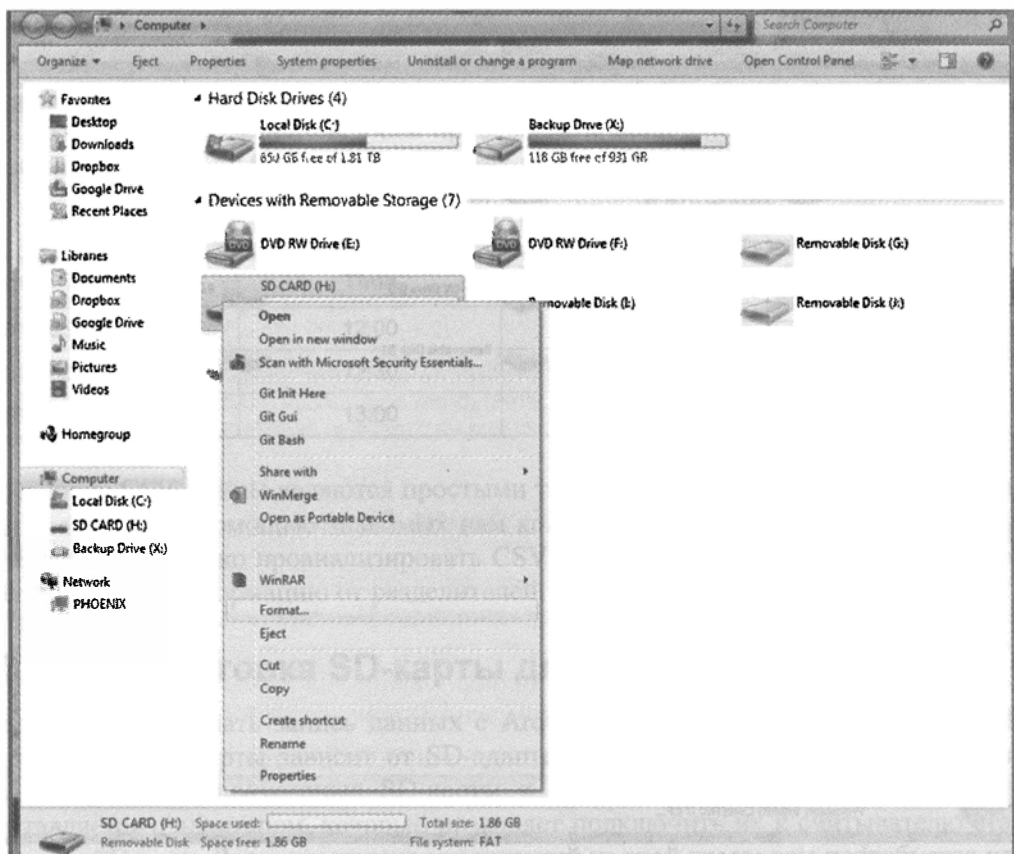
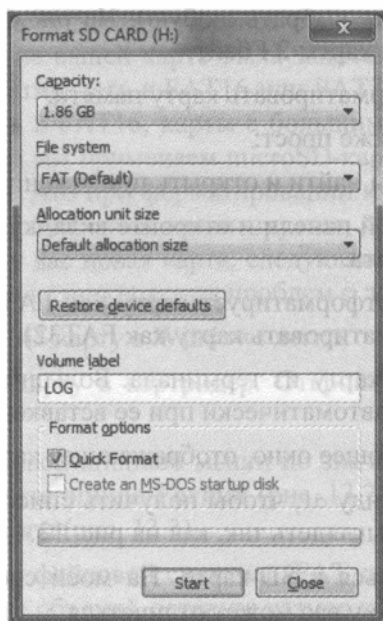

Рис. 13.2. Выбор опции форматирования SD-карты
Рис. 13.3. Окно опций форматирования
2. Щелкните правой кнопкой мыши по значку SD-карты (она может иметь другое имя) и выберите опцию **Format** (рис. 13.2). Появится окно с вариантами форматирования карты (рис. 13.3).
тома (я выбрал LOG, но вы можете выбрать любую). На рис. 13.3 изображена конфигурация форматирования для карты 2 Гбайт.